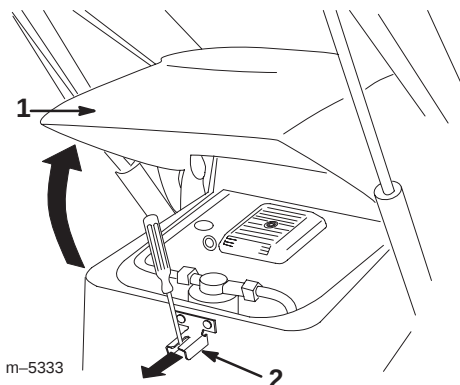

Figure 18
1. Sortez le verrou du capot (Fig. 18) à l'aide d'un tournevis.
2. Soulevez le capot jusqu'à ce qu'il se bloque en position (Fig. 18).